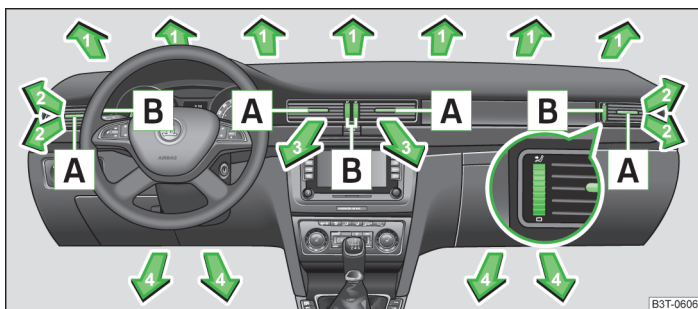
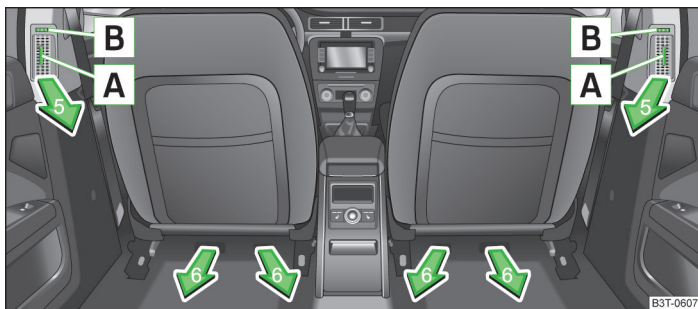

Fig. 107 Fantele de ventilație față
Fig. 108 Fantele de ventilație spate
La fantele de ventilație 2, 3 » fig. 107 și 5 » fig. 108 se poate modifica direcția curentului de aer, iar duzele se pot închide și deschide și individual.
- » Pentru a modifica direcția pe înălțime a curentului de aer, deplasați lamele orizontale cu ajutorul elementului de reglare deplasabil **A** » fig. 107, respectiv » fig. 108 spre în sus sau în jos.
- » Pentru a modifica direcția laterală a curentului de aer, deplasați lamele verticale cu ajutorul elementului de reglare deplasabil **A** » fig. 107, respectiv » fig. 108 spre stânga sau spre dreapta.
- » Învârtiți roțița **B** » fig. 107, respectiv » fig. 108 în poziția .
- » Învârtiți roțița **B** » fig. 107, respectiv » fig. 108 în poziția 0.
Vă recomandăm, să lăsați gurile de ventilație 3 » fig. 107 la pagina 99 în poziție deschisă.